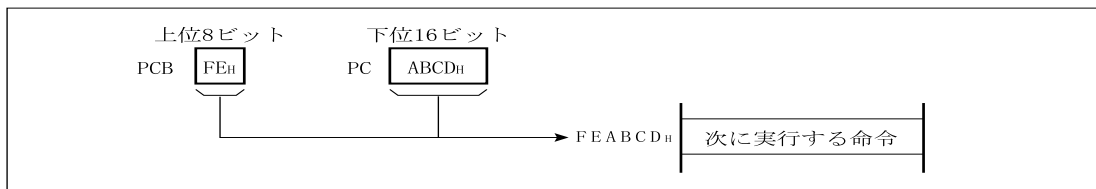

図 2.7-13 プログラムカウンタ (PC)
CPUが、次に実行する命令アドレスの、上位8ビットをプログラムバンクレジスタ (PCB) で設定し、下位16ビットをプログラムカウンタ (PC) で設定します。次に実行する命令アドレスは、図 2.7-13のようになります。プログラムカウンタ (PC) は条件分岐命令、サブルーチンコール命令、割込み、リセットでも内容が更新されます。また、オペランドを読み出す場合のベースポインタとしても使用できます。